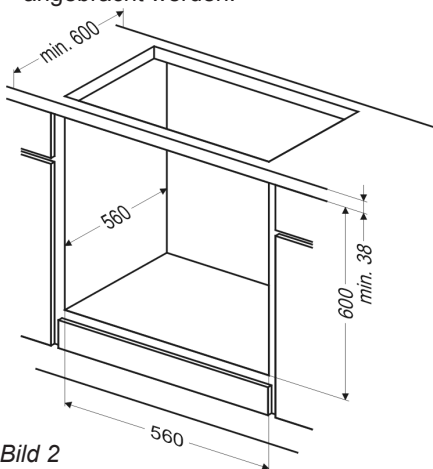

Bild 2
2. Es soll die Aussparung in dem Möbel (dem Einbauschrank) für die Montage des Backofens mit den Massen nach dem Bild 2 vorbereitet werden.